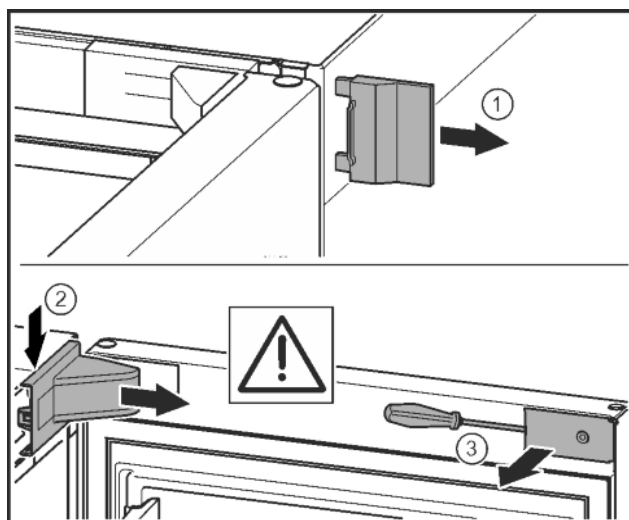

Fig. 7
- ▶ Snemite zunanji pokrov. Fig. 7 (1)
- ▶ Snemite in odstranite pokrov ležajnega podstavka. Snemite pokrov ležajnega podstavka. Fig. 7 (2)
- ▶ S ploščatim izvijačem staknite zaslonko in jo obrnite k strani. *Fig. 7 (3)*